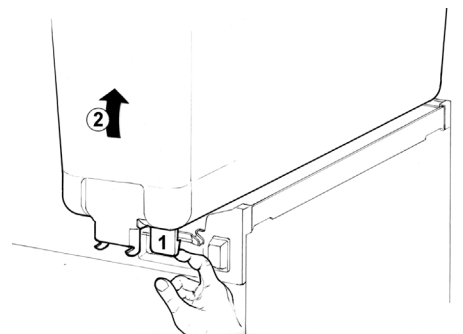

figura 1
- 2** Quitar el contenedor vacío levantándolo por la parte anterior y desprendiéndolo de la junta (ver figura 1).